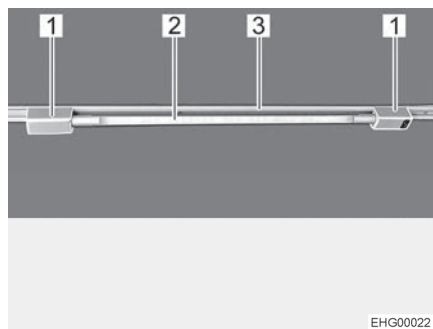

Fig. 54 Tubo fluorescente
- Insertar ambos sujetadores (Fig. 54,1) en el riel (Fig. 54,3). Para ello, girar el sujetador 90°.
- Enchufar el cuerpo de la lámpara (Fig. 54,2) en uno de los sujetadores.
- Rotar el cuerpo de la lámpara (Fig. 54,2) hasta que se haya obtenido el efecto de iluminación deseado.